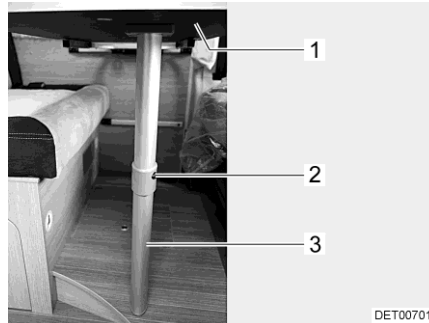

Bild 57 Bettunterbau
- Tischplatte (Bild 57,1) vorn leicht anheben.
- Entriegelungsknopf (Bild 57,2) drücken und den unteren Teil des Gelenkstützfußes (Bild 57,3) um 90° umklappen.